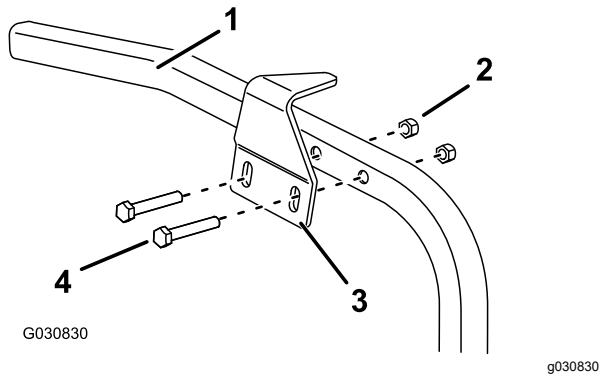

Bild 2
13. Befestigen Sie die Riegelhalterung in den vorhandenen Löchern am linken Rahmenträger direkt unter dem Schloss, wie in **Bild 2** abgebildet.
14. Befestigen Sie die Riegelhalterung mit zwei Schrauben (5/16" x 2") und zwei Sicherungsmuttern (5/16") am Rahmenträger, wie in **Bild 2** abgebildet.